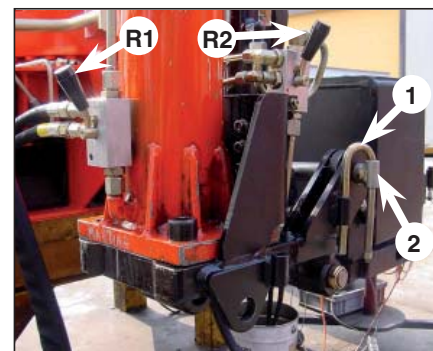
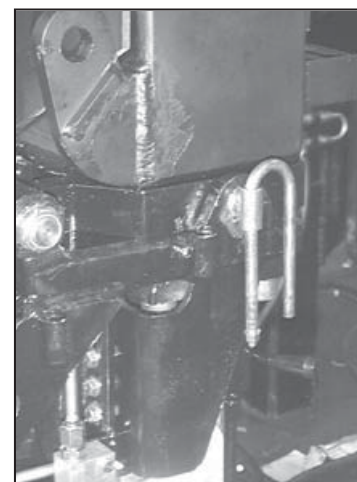

fig. 4
fig. 6
- rotazione del martinetto stabilizzatore n°1 dalla posizione di riposo (fig. 4) a quella di lavoro (fig. 6)